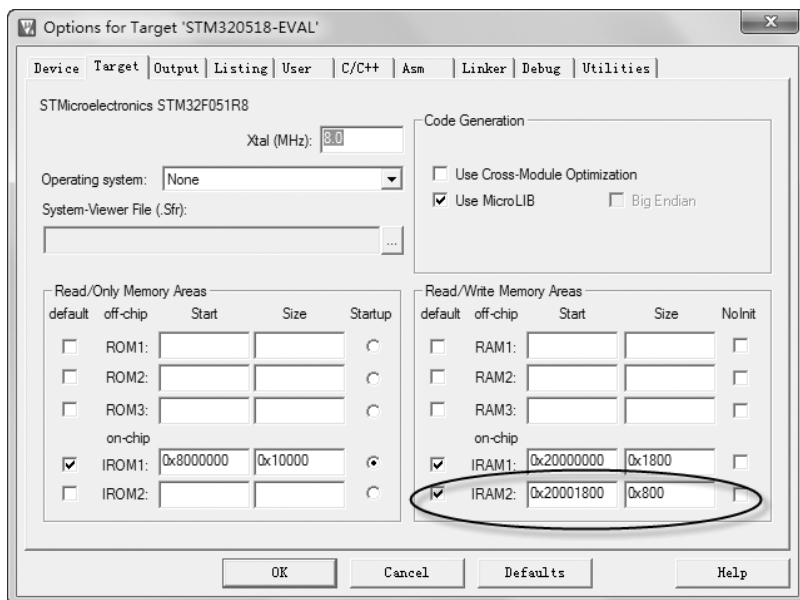

图 4-6 RAM 分区调整
(1) 首先将计划在 RAM 运行的函数单独放到一个文件中。本例中新建的文件是 `RamFunc.c`，并在其中添加一个函数，函数名也为 `RamFunc`，可在 `map` 文件中观察该函数的区域。
(2) 调整片内 RAM 分区，具体见图 4-6 的标注部分。